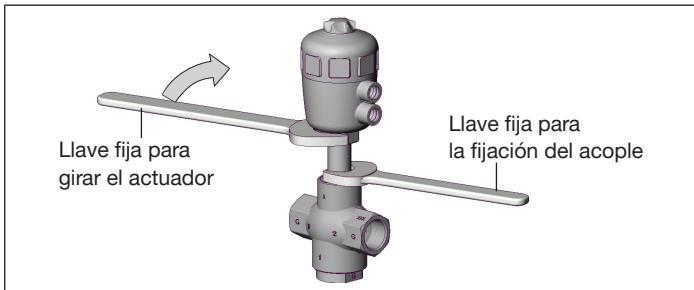

Imagen 2: Gírelo con una llave fija
- Coloque una llave fija que coincida exactamente con el contorno hexagonal del actuador (consulte «Imagen 2»).
- ▶ Gire el actuador **exclusivamente en el sentido indicado** (consulte «Imagen 2»).